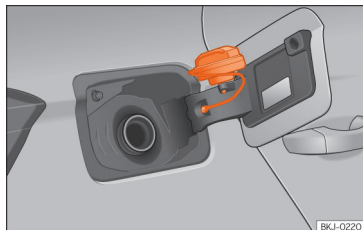

Abb. 154 Tankklappe mit aufgestecktem Tankverschluss.
• Platzieren Sie den Verschluss in der Aussparung, die sich im Scharnier der geöffneten Tankklappe befindet »» (Abb. 154).